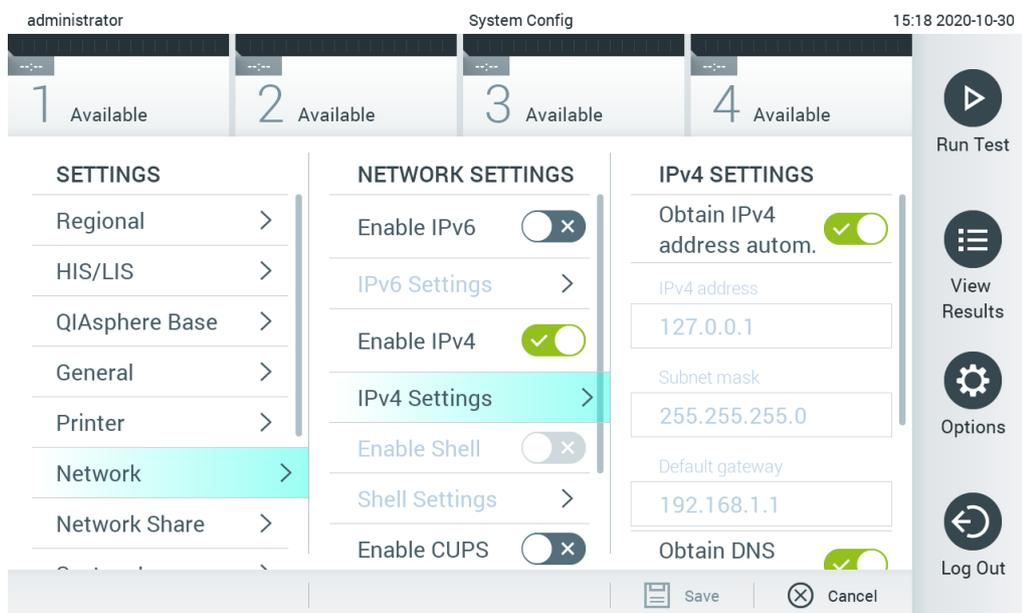

Figura 75. Configuración de los ajustes de red.
2. Seleccione Network (Red) de la lista Settings (Configuración) en la columna izquierda (figura 75).